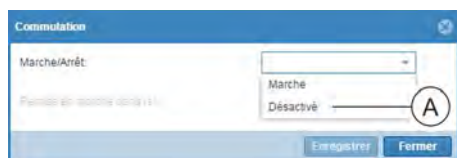

Fig. 102 : Fenêtre « Commutation »
4. Dans la fenêtre « Commutation », menu de sélection « Marche/Arrêt » sélectionner le paramètre « Désactivé » (pour la désactivation) ou « Marche » (pour l'activation) (Fig. 102 /A).